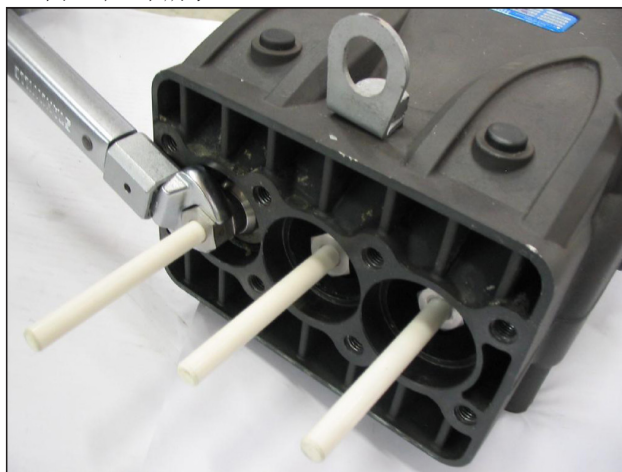
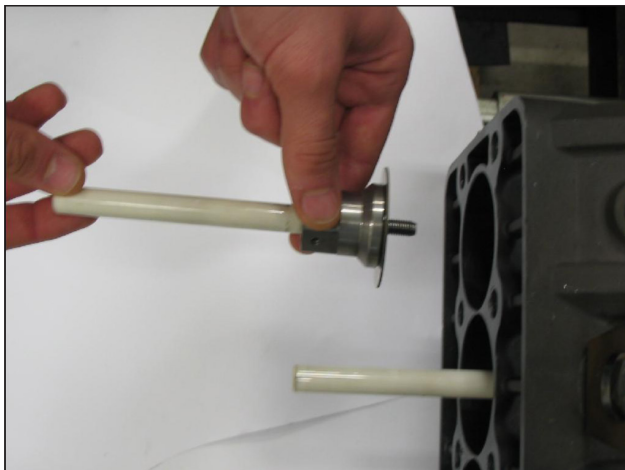

图 28
图 29
- 用叉子扳手拆除泵送元件并检查它们的磨损状况，如图 28 和 图 29 所示，必要时进行更换。